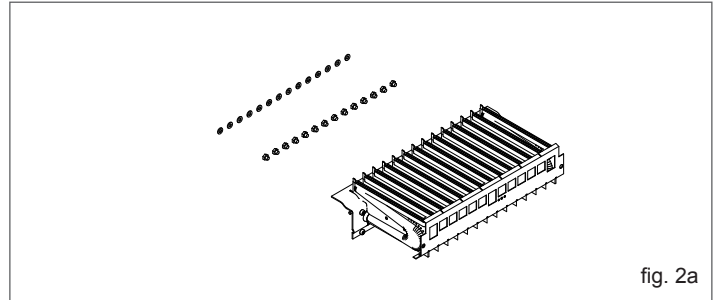

fig. 2a
- utilizando una llave de tubo o de boca fija, desmonte los inyectores y las arandelas y cámbielos por los que vienen en el kit (fig. 2a).